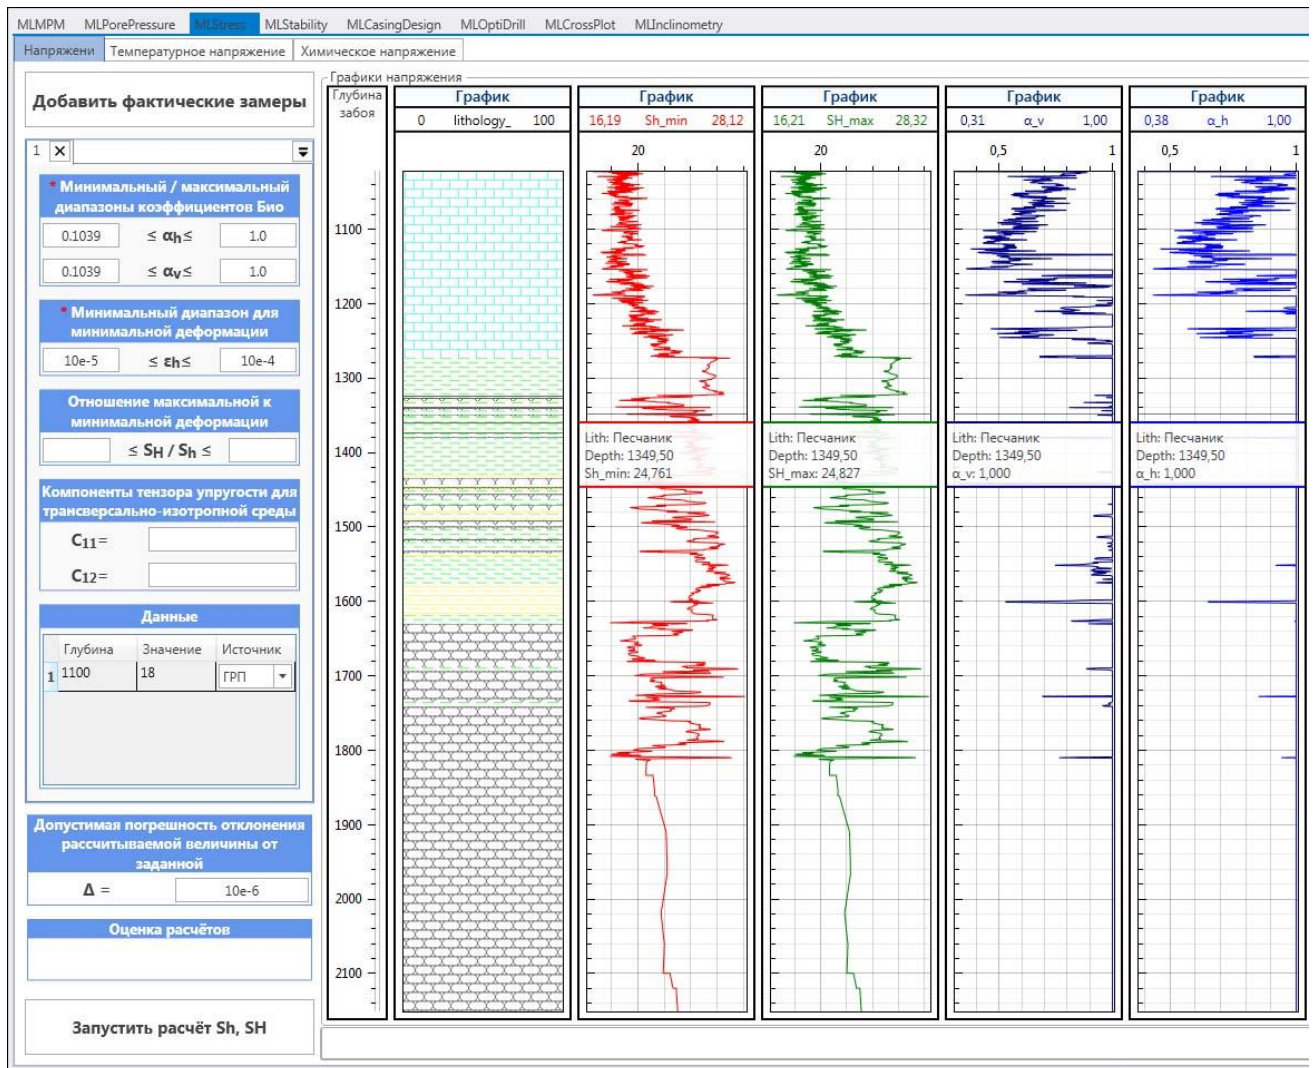

Рисунок 43 Модуль MLStress. Расчёт тензора напряжения
1. Расчёт тензора напряжений по глубине (**Рисунок 43**). Пользователь предварительно вносит данные фактических замеров в соответствующие поля модуля MLStress на вкладке «Напряжение». Для добавления новой точки измерения необходимо воспользоваться кнопкой «Добавить фактические замеры». Форма включает области из следующих параметров: